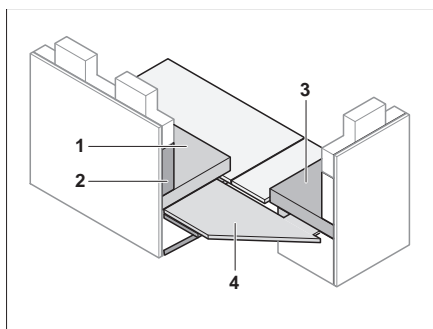

Bild 130 Sätt i förstärkningsplattan
- Lägg förstärkningsplattan (Bild 130,4) på sittbänksförlängningen.